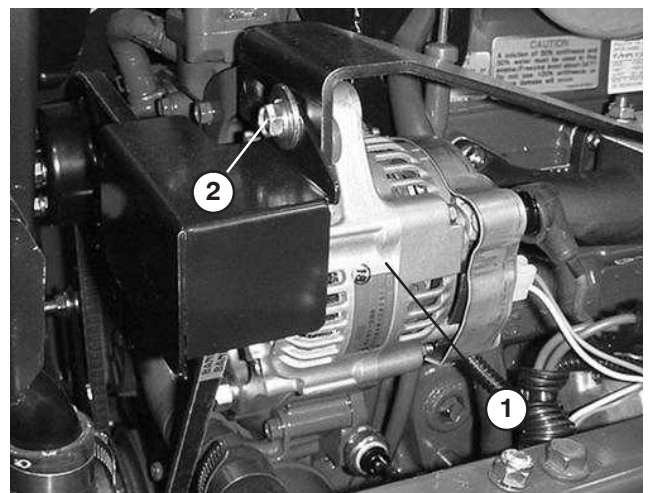

Bild 54
2. Bei einer einwandfreien Spannung lässt sich der Riemen 10 mm durchbiegen, wenn eine Kraft von 45 N auf halbem Weg zwischen den Riemenscheiben angesetzt wird (Bild 54).